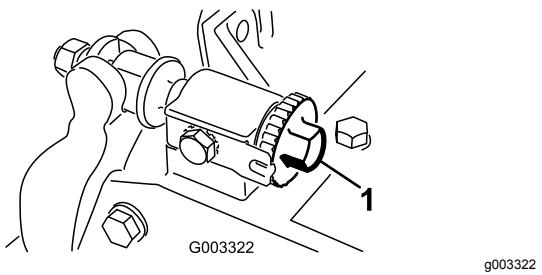

Bild 12
- Drehen Sie die Einstellschrauben des Untermesserträgers nach links, um sicherzustellen, dass der Untermesserträger nicht die Spindel berührt (**Bild 12**).